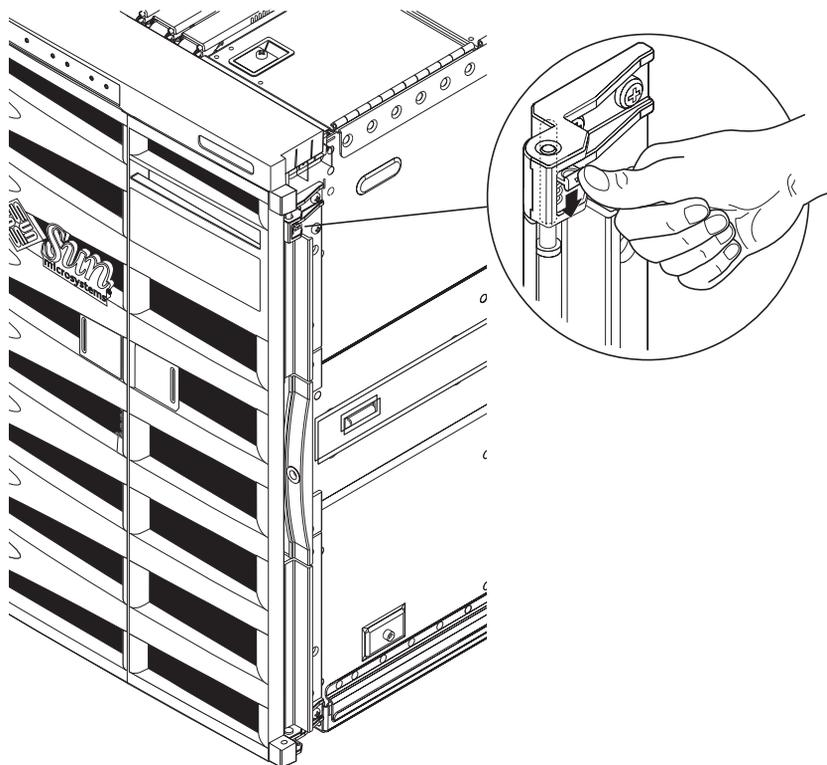

FIGURA 1-8 Liberación del mecanismo del pasador de la puerta
1. **Retire las puertas del marco frontal (FIGURA 1-8).**